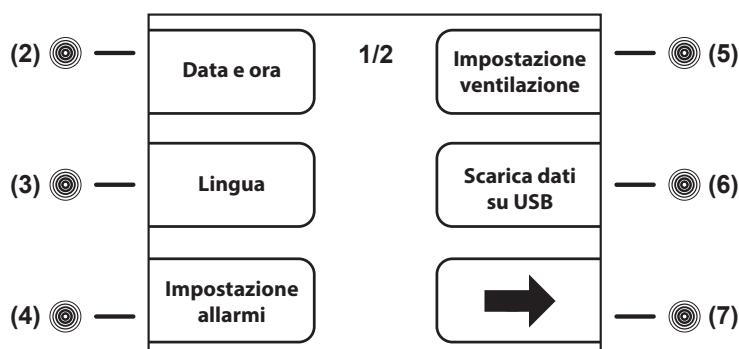
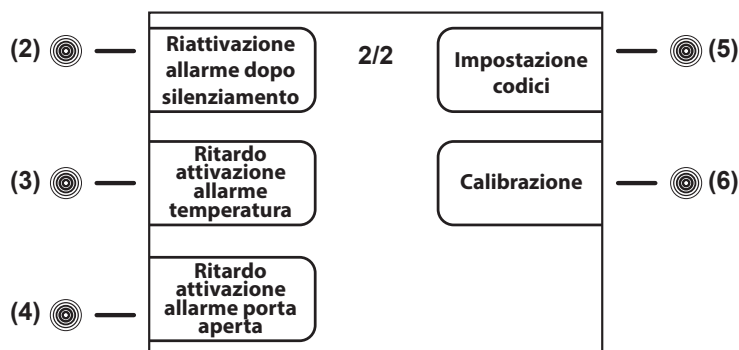

Fig.15
Fig.16
Per aprire il menù setting premere il tasto **touch (7)** dal Menù Principale. Si accede così alla prima pagina del menù (**Fig.15**)
Per accedere alla seconda pagina del menù setting (**Fig.16**), premere il tasto **touch (7)** → del Menù Setting prima pagina (**Fig.15**)
- premere il tasto **touch (7)** per entrare nel menù setting (**Fig.15**)
- premere il tasto **touch (3)** per selezionare il menù LINGUA
- con i tasti i tasti **touch (5)↑** e **(7)↓** scegliere la lingua desiderata e quindi premere il pulsante **INVIO (12)**
8.3.6.2 Impostazione allarmi (tasto touch (4) Fig.15)
Per accedere al menù IMPOSTAZIONE ALLARMI premere il tasto **touch (4)** mentre sul display è presente la prima schermata menù setting (Fig.15).
- premere il tasto **touch (4)** per entrare nella schermata IMPOSTAZIONE ALLARME BASSA TEMPERATURA PRODOTTO
- premere i tasti **touch (4)-** e **(7)+** per diminuire e aumentare il nuovo valore allarme bassa temperatura prodotto
- premere il pulsante **INVIO (12)** per confermare la scelta effettuata quindi premere il pulsante **HOME (10)** per tornare alla schermata principale o il pulsante **ESC (11)** per tornare al menù precedente oppure
- premere il tasto **touch (7)** ed entrare nella schermata IMPOSTAZIONE ALLARME ALTA TEMPERATURA PRODOTTO
- premere i tasti **touch (4)-** e **(7)+** per diminuire e aumentare il nuovo valore allarme alta temperatura prodotto
- premere il pulsante **INVIO (12)** per confermare la scelta effettuata quindi premere il pulsante **HOME (10)** per tornare alla schermata principale o il pulsante **ESC (11)** per tornare al menù precedente
8.3.6.3 Impostazione ventilazione (tasto touch (5) Fig.15)
Per accedere alla schermata IMPOSTA VENTILAZIONE, premere il tasto **touch (5)** mentre sul display è presente la prima schermata menù setting (Fig.15).
- premere i tasti **touch (4)-** e **(7)+** per selezionare i 3 livelli di ventilazione:
8.3.6.4 Scarica dati USB (tasto touch (6) Fig.15)
- premere il tasto **touch (6)** dalla prima schermata menù setting (Fig.15). Si apre la schermata IMPOSTAZIONI USB
- premendo il tasto **touch (5)↑** e **touch (6)↓** si scorre l'elenco dei dati che possono essere scaricati
- premere il tasto **touch (4)-** per deselezionare il dato (sulla destra del dato evidenziato comparirà la scritta "no") oppure premere il tasto **touch (7)+** per selezionare il dato (sulla destra del dato evidenziato comparirà la scritta "si")
- premere il pulsante **INVIO (12)** per entrare nella schermata USB
- premere il pulsante **INVIO (12)** per entrare nella schermata DATA E ORA
- premere i pulsanti **touch (3)←** e **(6)→** per evidenziare il dato che si vuole modificare
- premere i pulsanti **touch (4)-** e **(7)+** per aumentare o diminuire il valore numerico evidenziato
- ripetere le ultime 2 operazioni per tutti i valori numerici presenti nel calendario e nell'orario e poi premere il pulsante **INVIO (12)** per iniziare il download o il tasto **ESC (11)** per tornare al menù precedente
8.3.6.5 Riattivazione allarme dopo silenziamento (tasto touch (2) Fig.16)
Per accedere alla schermata RIATTIVAZIONE ALLARME DOPO SILENZIAMENTO, premere il tasto **touch (2)** mentre sul display è presente la seconda schermata menù setting (Fig.16).
- premere i tasti **touch (4)-** e **(7)+** per impostare il tempo espresso in secondi (max 900) che dovrà trascorrere prima che il buzzer di allarme dopo il suo silenziamento riprenda a suonare in caso in cui le condizioni di allarme siano ancora presenti (impostando il valore a "0" il buzzer tacitato non viene riabilitato)
8.3.6.6 Ritardo attivazione allarme temperatura (tasto touch (3) Fig.16)
Per accedere alla schermata RITARDO ATTIVAZIONE ALLARME TEMPERATURA, premere il tasto **touch (3)** mentre sul display è presente la seconda schermata menù setting (Fig.16).